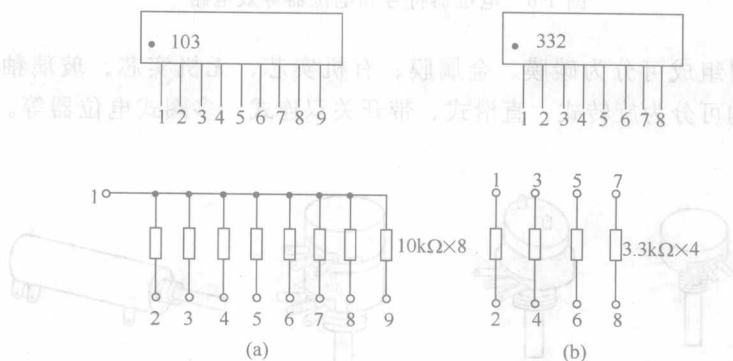

图 1-5 电阻排组的外形和等效电路
(3) 电阻排组元件 在实际应用中，还会广泛用到电阻排组元件，电阻排组是将一组阻值相同的电阻连在一起，集成而成的元件，又称电阻排。电阻排焊接加工制作方便，电路板空间紧凑，尤其在微机控制电路、程控器控制电路中作为上拉电阻或下拉电阻最为适宜。图 1-5 是电阻排组的外形和等效电阻。
电阻排组的引脚有奇数只脚和偶数只脚，图 1-5(a) 是奇数只脚的电阻排组，带点的标志是开始标志，引脚顺序排列，从等效电阻图可以知道，引脚 1 用于接通电源，接通正电源常称作上拉电阻，接通负电源称作下拉电阻，其余排脚按序排列，均为 $10k\Omega$ 电阻；图 1-5(b) 是偶数只脚的电阻排组，引脚是按顺序头（进入）尾（输出）方式排列的，两两引脚构成一个电阻功能，其电阻阻值均为标称阻值，即 $3.3k\Omega$ 。